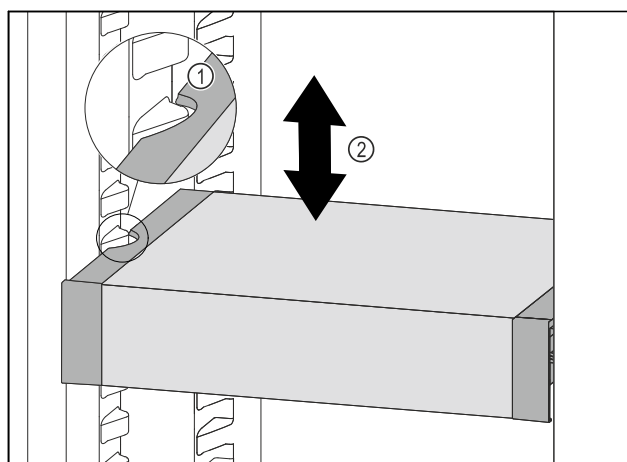

Fig. 87
- Táhněte VarioSafe dopředu, dokud nebudou boční vybrání VarioSafe na úrovni žebrování na nádoby v chladničce. Fig. 87 (1)
- Posouvejte VarioSafe v chladničce nahoru nebo dolů, dokud nedosáhnete požadované výšky. Fig. 87 (2)